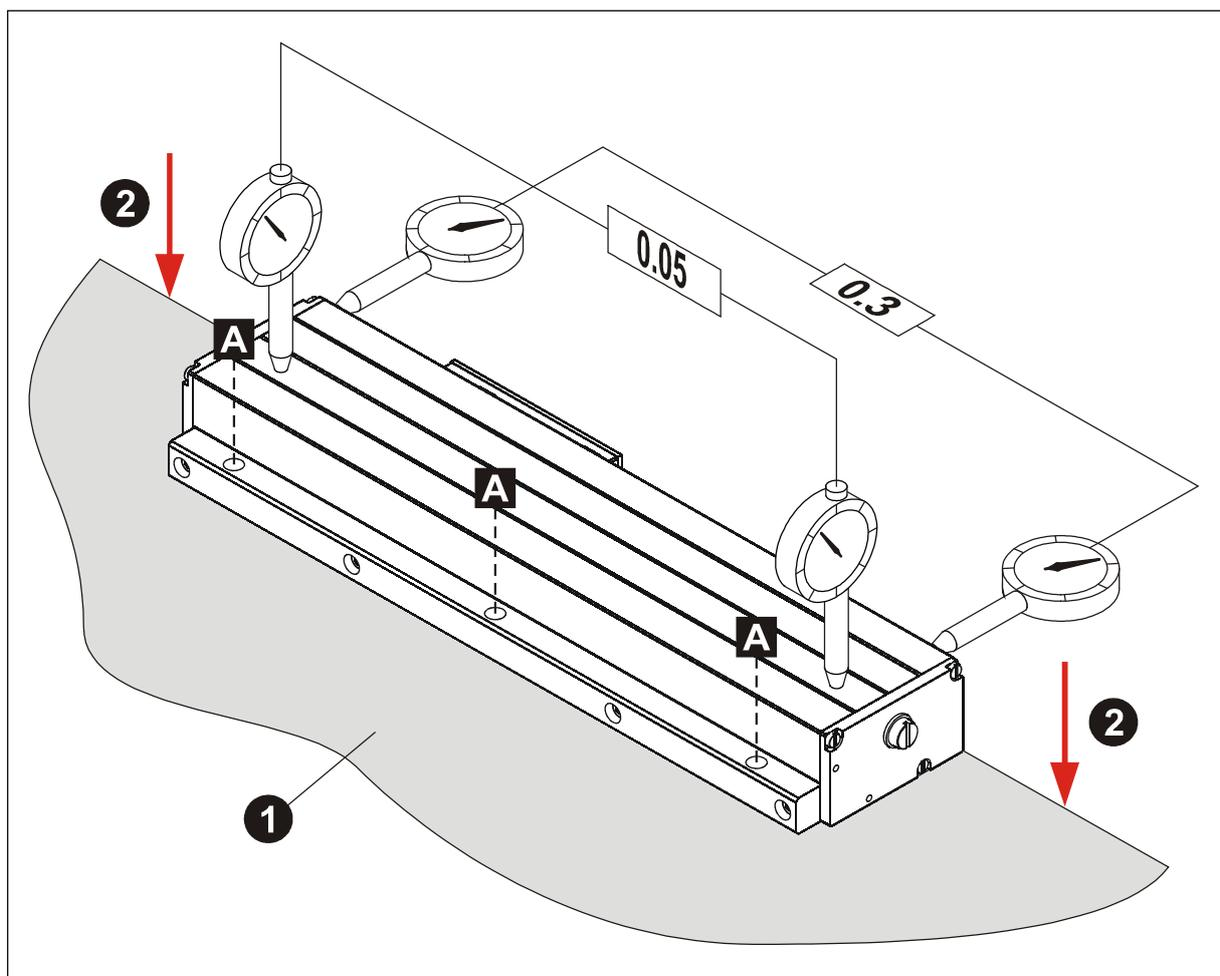

Abbildung 6: Gehäuse-Montage
- Gehäuse nach Toleranzangaben Abbildung 6 Seite 19 über die gesamte Messlänge ausrichten